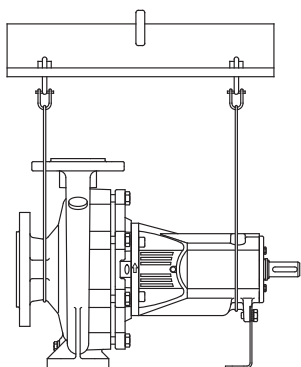
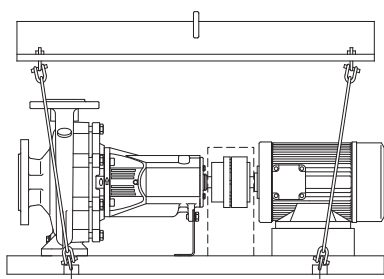

Fig. 1: Transport af pumpen
Fig. 2: Transport af det komplette aggregat
- For at undgå deformationer skal pumpen løftes som vist på (fig. 1) eller (fig. 2). Løfteøjerne, der er anbragt på pumpen eller motoren, må ikke benyttes til at løfte hele aggregatet. De er kun beregnet til transport af enkeltkomponenter ved installation eller afmontering.